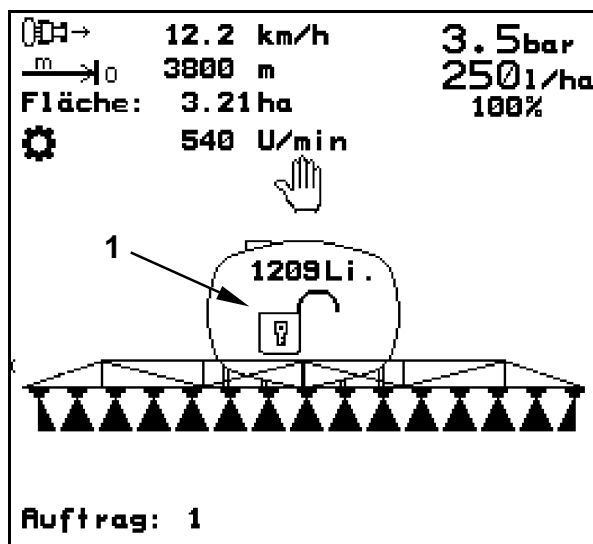

Fig. 116
- Entriegelt ist der Schwingungsausgleich (Fig. 115/1), wenn im Display vom **AMATRON+** das geöffnete Schloss-Symbol (Fig. 116/2) erscheint.
Bei entriegeltem Schwingungsausgleich erscheint im Display vom **AMATRON+** das geöffnete Schloss-Symbol (Fig. 116/1).